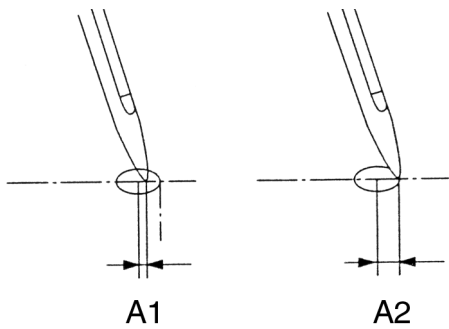

Рис. 15
В тот момент, когда кончик поднимающейся иглы находится на уровне игольной пластины, опускающийся транспортер должен находиться в положении, показанном на рис. 15/A2.
- Игла и транспортер должны подниматься согласно рис. 15/A2.